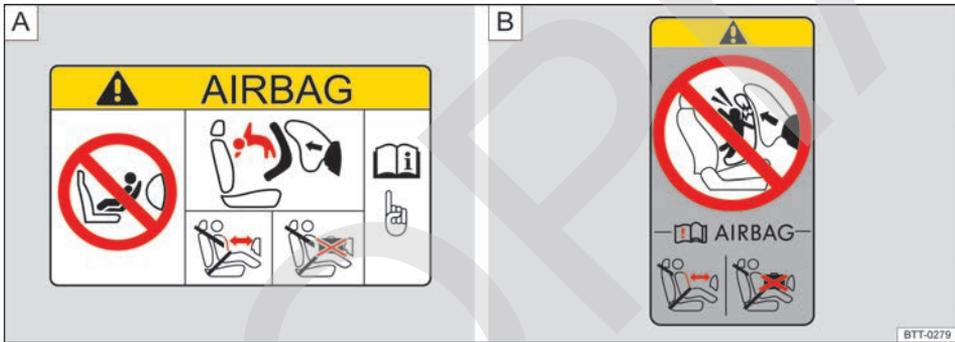

Fig. 70 Representación esquemática **A**: etiqueta adhesiva relativa al airbag en el parabrisas y **B**: en el pilar B.
- en el parabrisas del conductor y/o del acompañante → fig. 70 A;